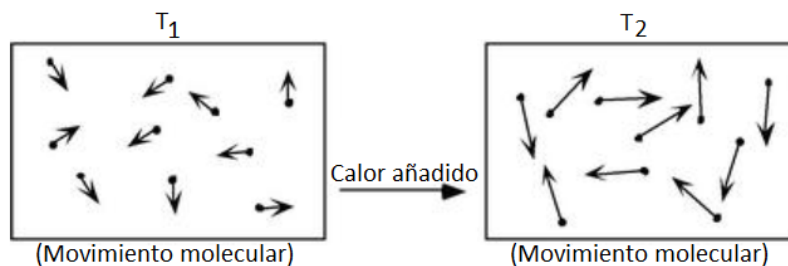

Figura 5. Energía interna de un sistema
**Energía interna.** Es la suma de las energías de toda la masa de un sistema; en general es función de la temperatura, la presión y el estado físico del sistema. Para el sistema que se muestra en la figura 5, si  $M$  es la masa entrante o saliente del sistema, esta suele expresarse en  $\text{kg/s}$ ,  $\text{m}^3/\text{s}$  o  $\text{kg} \cdot \text{mol/s}$